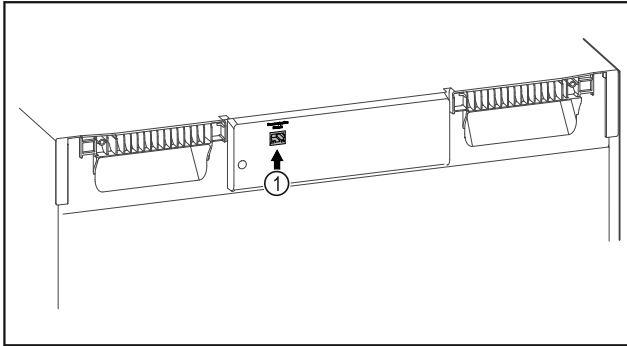

Fig. 108
- SmartModule Fig. 108 (1) er installert.